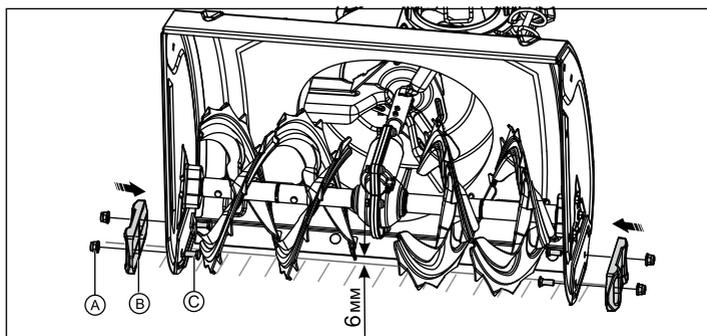

Рис. 9
1. Установите полозья (B) в 2 соосных отверстия с каждой стороны корпуса шнека (рис. 9).
2. Используйте 4 болта M8x20 (C) и 4 гайки M8 (A), чтобы зафиксировать полозья (B) (рис. 9).